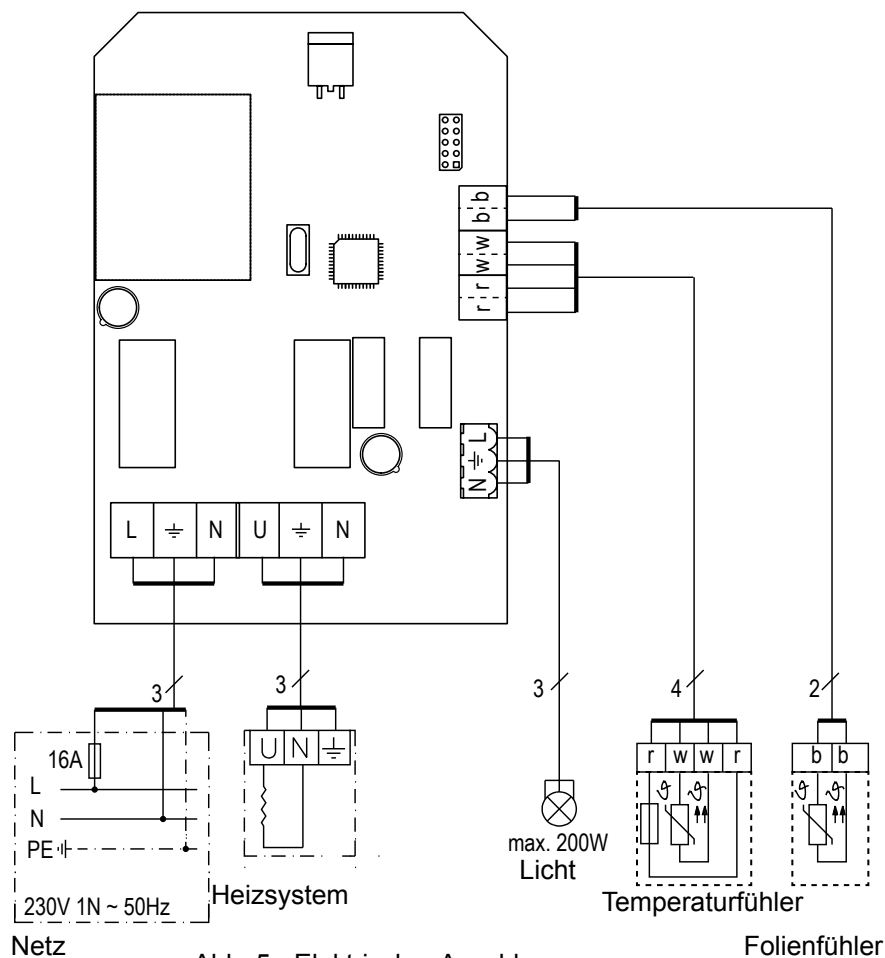

Abb. 5 - Elektrischer Anschluss
- Schließen Sie die Kabel lt. Abbildung 5 an die Steuerung an.